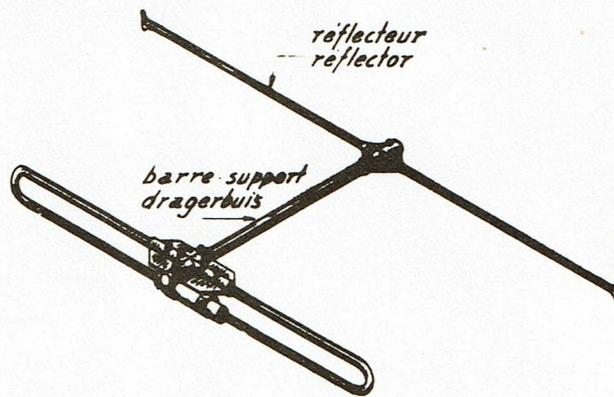

Fig. 7
- Trombone + réflecteur (fig. 7) :